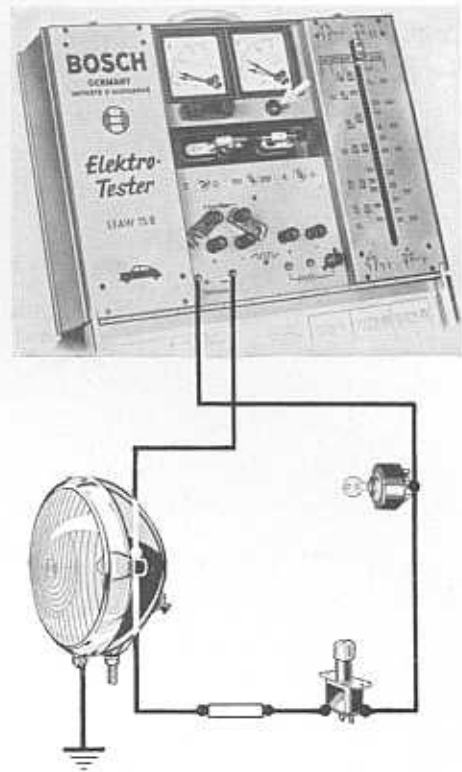

Bild 11
b) **Spannungsabfall in der Scheinwerferleitung** (Bild 11)